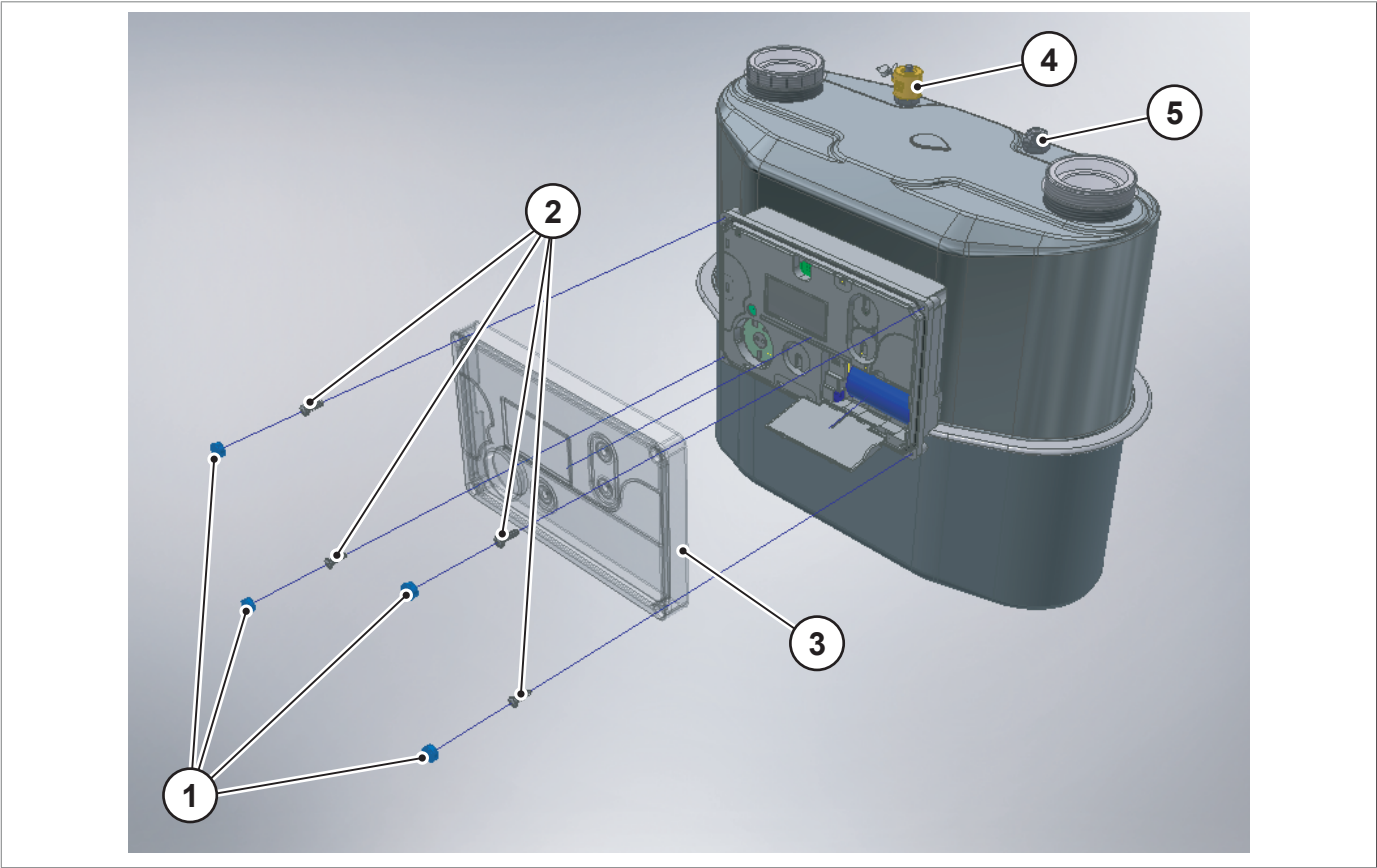

Fig. 11.10. Peças sobressalentes
- uma posição indicada no desenho de conjunto do equipamento (Fig. 11.10);